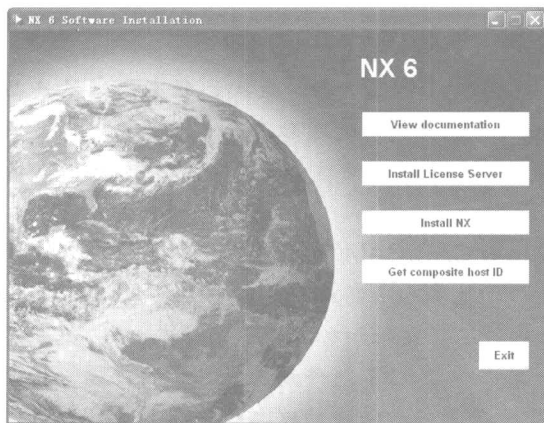

图 1-1 安装程序选择界面
(3) 光盘放进光驱后会自动运行,然后出现如图 1-1 所示的安装界面,按顺序进行 UG NX 6 软件的安装。